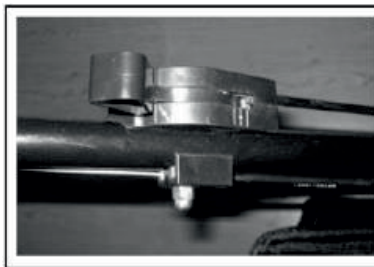

Рис.6А
2. При запуске холодного двигателя поверните рычаг дроссельной заслонки в положение « I N I ». (Рис.6)